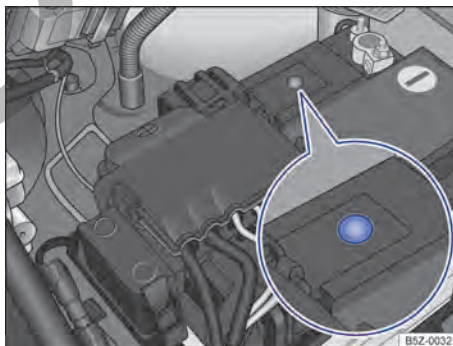

Fig. 205 En el compartimento del motor: ejemplo de posición del visor en el lado superior de la batería del vehículo.
- El visor redondo → fig. 205 en la parte superior de la batería del vehículo cambia de color dependiendo del nivel del electrolito.